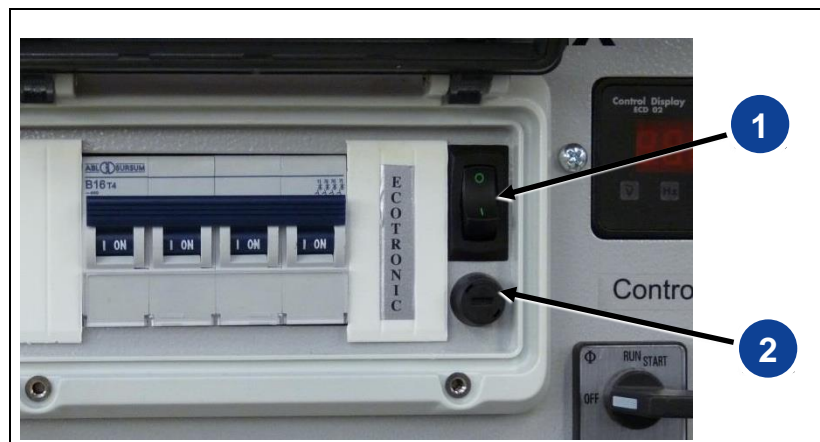

Abb. 4-9: Wippschalter Leerlauf-Drehzahlabsenkung
1. Wippschalter (Abb. 4-9-(1)) in Stellung „I“ (EIN) bringen.
1. Wippschalter (Abb. 4-9-(1)) in Stellung „0“ (AUS) bringen.